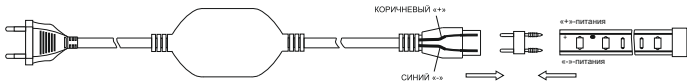

Рисунок 3
4.2 Подключение драйверов LED ИПСН 700 Вт 220 В 12 мм MONO IP65 и LED ИПСН 700Вт 220В 16 мм MONO IP65 производить следующим образом (рисунок 3):